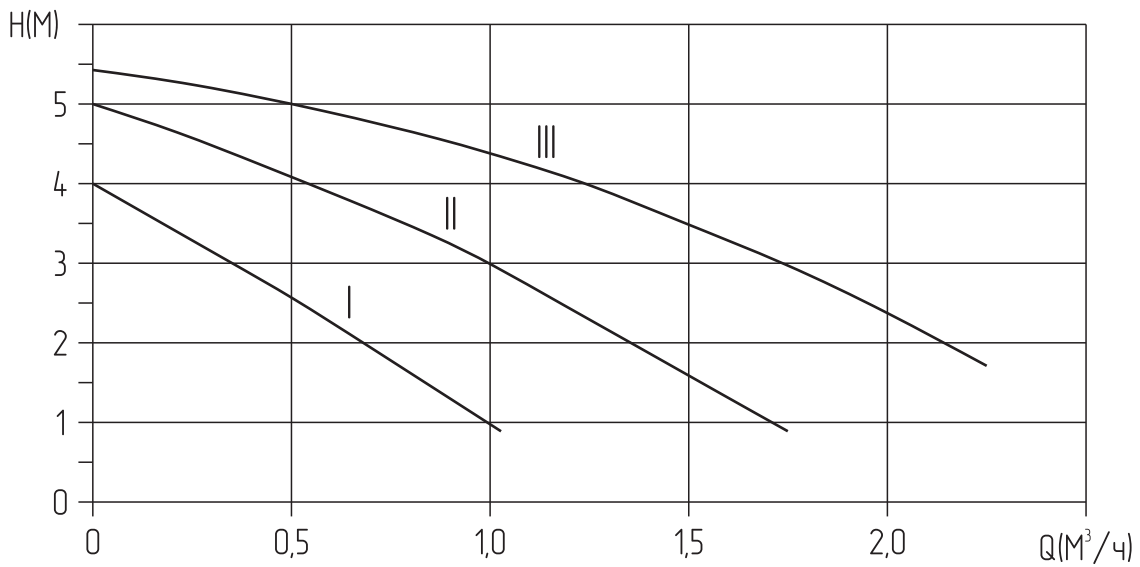

Рис. 1 Остаточный напор для циркуляционного насоса 15/5
* График остаточного напора для циркуляционных насосов показан на **Рис. 1**